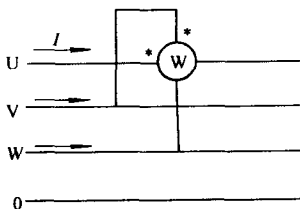

图 1-6
(3) 用单相功率表测量无功功率 在对称三相电路中，采用一只单相功率表测量三相无功功率，与测量有功功率不同的是把 UVW 加在功率表的电压支路上，其连接方法如图 1-6 所示。